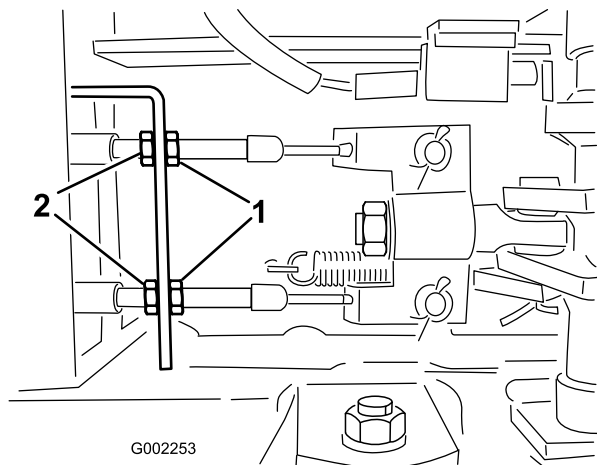

図 56
5. ブレーキケーブルの車両前端側にある前ナットをゆるめる（図 56）。
6. 後ナットを均等に締めて、ブレーキペダルの遊びを1~2 cm に調整する（図 56）。